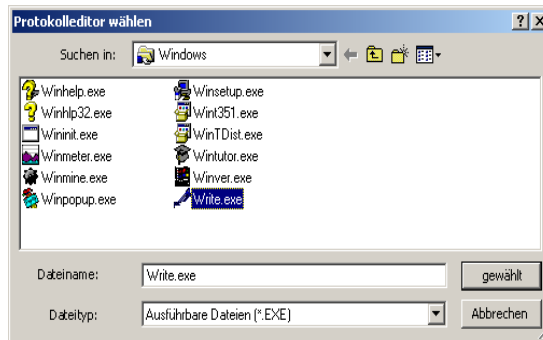

Abbildung 7.2. Dialogfeld "Protokoll-Editor wählen"
2. Um eine neue Textverarbeitung anzugeben und auszuwählen, klicken Sie auf die Schaltfläche **Durchsuchen**, navigieren Sie im Dialogfeld **Protokoll-Editor wählen**, Abbildung 7.2, zur gewünschten Anwendung, wählen Sie sie aus und klicken Sie auf **gewählt**.